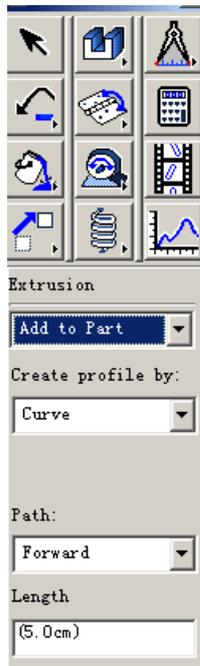
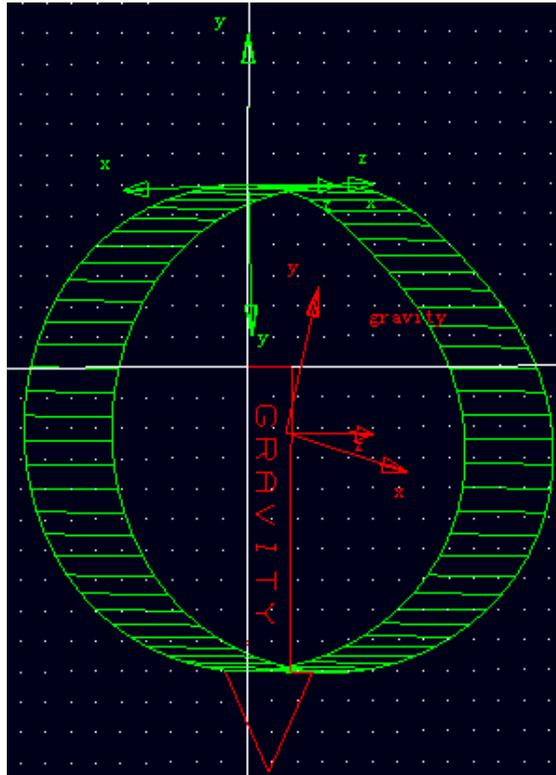

图 4-16 参数选择
图 4-17 凸轮实体
4.10 在 **ADAMS/View** 中零件库中选择拉伸图标 ，参数选择如图 4-16，在 **ADAMS/View** 工作窗口中用鼠标左键连续点击闭合样条曲线两次（第一次选择 **PART_5**，第二次选择 **PART_5.GCURVE_4**），之后一个凸轮实体拉伸出来。如图 4-17 所示，图中的凸轮是旋转后的形状。